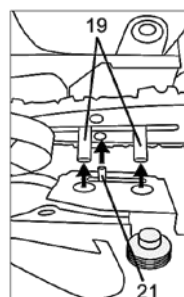

Рисунок 4
- відрегулюйте гвинт натягу ланцюга на боковій частині кришки зчеплення таким чином, щоб штифт натягу ланцюга (21, рисунок 4) сумістився з відповідним отвором напрямної шини (19, рисунок 4). При цьому отвори на кришці зчеплення повинні збігатися з напрямними гвинтами (19, рисунок 4);
- вставте штифт механізму натягу ланцюга (21, рисунок 4) у спеціальний отвір в напрямній шині та одягніть кришку зчеплення. Вручну нагвинтіть гайки фіксації кришки зчеплення;